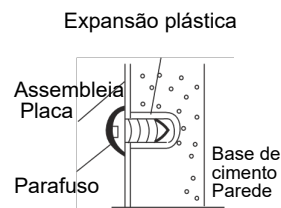

Figura 3.4
- 2) Fixar a placa de montagem com o parafuso (ver figura 3.4).